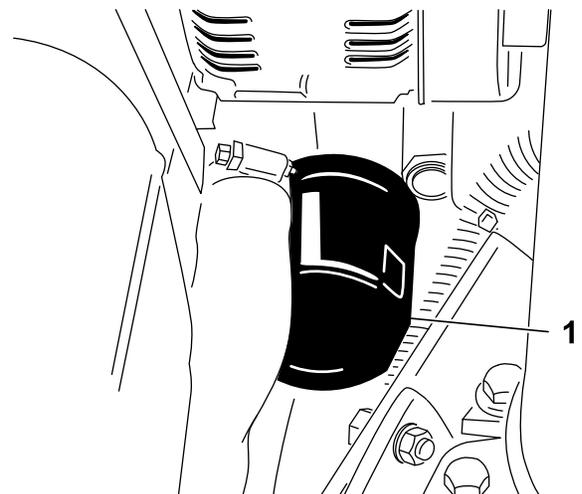

Bild 36
3. Entfernen Sie den Ölfilter (Bild 36).